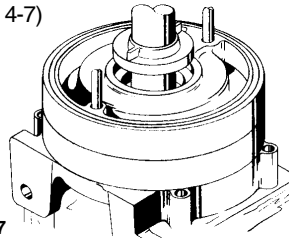

Figura 4-7
9. Resbale un buje inter-etapas sobre el eje. La cara que usa lisa se debe instalar contra el anillo (# 9).(refer para figura 4-7)